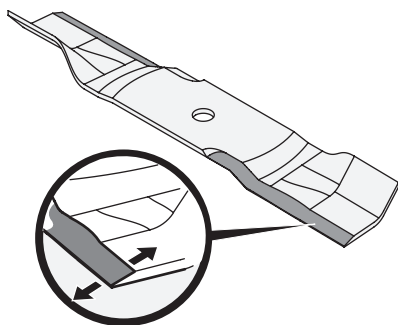

Figure 4-22
3. Pour aiguiser correctement les lames de coupe, aiguiser les deux tranchants des lames de façon égale, parallèlement à la voile, à un angle de 25 à 30 degrés. Aiguiser toujours chaque lame de coupe de façon égale pour assurer l'équilibre des lames. Voir Figure 4-22.